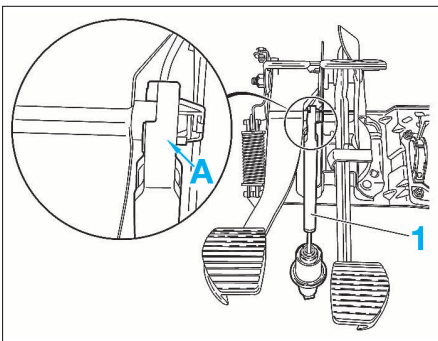

FIG. 7
- Désaccoupler la rotule du cylindre émetteur d'embrayage (1) (en "A") (Fig.7).